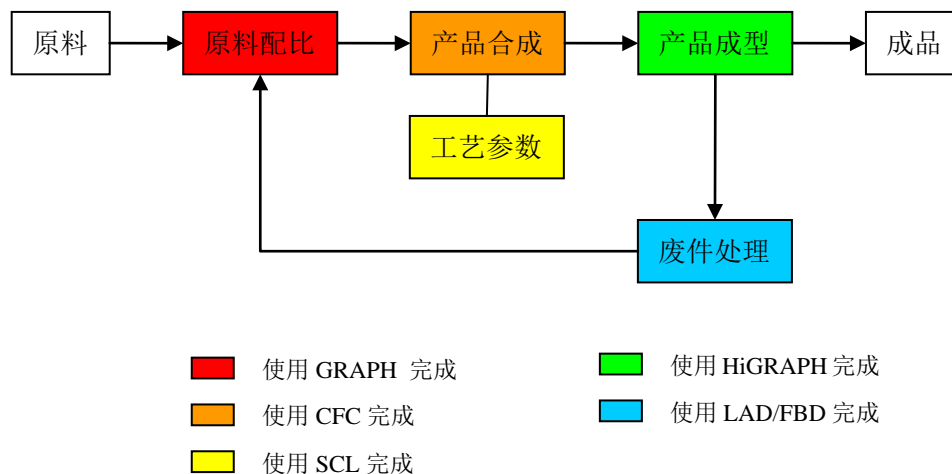

图 1: 虚拟工程工艺流程
- ◇ 各种编程工具最终生成的执行代码均为STL，所以其并未在图 1 中出现。
- ◇ 图 1 中在各个工艺流程中使用了最适合的编程工具，并不意味着这种编程工具仅能用于此类控制任务。例如：SCL 可以用于工艺参数部分，但它也可以用于其它工艺段。
- ◇ 由于S7-PLCSIM为仿真工具，其可用于所有过程的仿真调试，所以其并未在图 1 中出现。